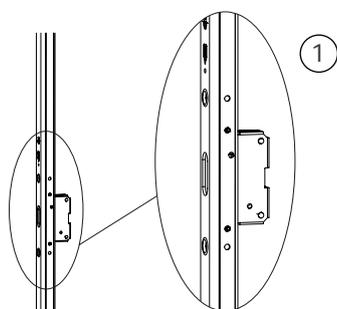
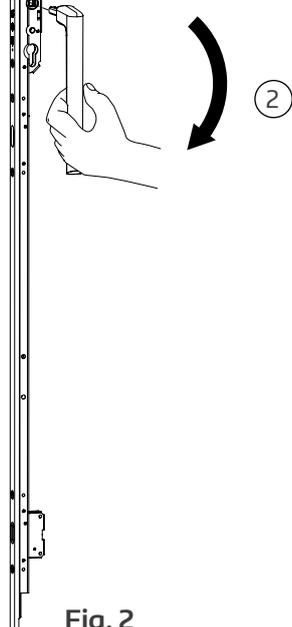

Fig. 1
Fig. 2
- ① Per il montaggio del maniglione nelle serrature non motorizzate, le boccole filettate devono essere montate sulla scatola serratura (vedi fig. 1). Nelle serrature motorizzate questo passaggio non è necessario.
- ② Nelle serrature motorizzate, le due viti 3,5x20 mm devono essere inserite nei due fori preforati (vedi fig. 2). Fare attenzione alla profondità di avvitamento (vedi fig. 3). L'esatta regolazione delle viti viene effettuata durante il montaggio della coprirosetta in acciaio inox (pagina 48).
- ① Stato di consegna della serratura: posizione sollevata (gancio retracts, vedi fig. 1).
- ② Posizionare il maniglione come in fig. 2 e ruotarlo di 180° verso l'alto.
- ① Collegare la serratura con l'unità di scorrimento (vedi fig. 1).
- ② Fissare la serratura con la vite M5x35 mm (max. coppia di serraggio 1 Nm) così come la vite sul carrello in dotazione.
- ③ Assicurarsi che i profili di copertura siano a contatto con la serratura (vedi fig. 2).
- ① Fissare la sicurezza antisollevamento con viti M5x30.
- ② Iniettare la colla sigillante nel foro e inserire il perno nel foro (vedi fig. 2).